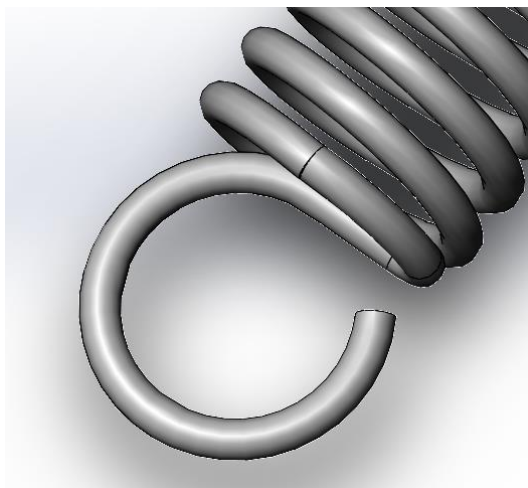

Рисунок 2.17 – Побудова кінця пружини
14. За допомогою команди **Бобишка/основа по Траєкторії**  будується кінець пружини (рис. 2.17).